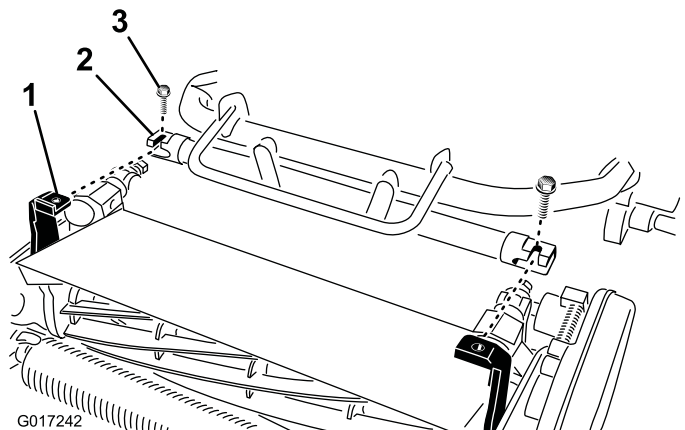

Figure 10
4. Manœuvrez le cadre du groupe de déplacement (Figure 10) en avant jusqu'à ce qu'il s'engage avec les bras pivotants du plateau de coupe.
5. Fixez le cadre du groupe de déplacement aux bras pivotants du plateau de coupe avec 2 boulons (3/8 x 3/4 po) (Figure 10)